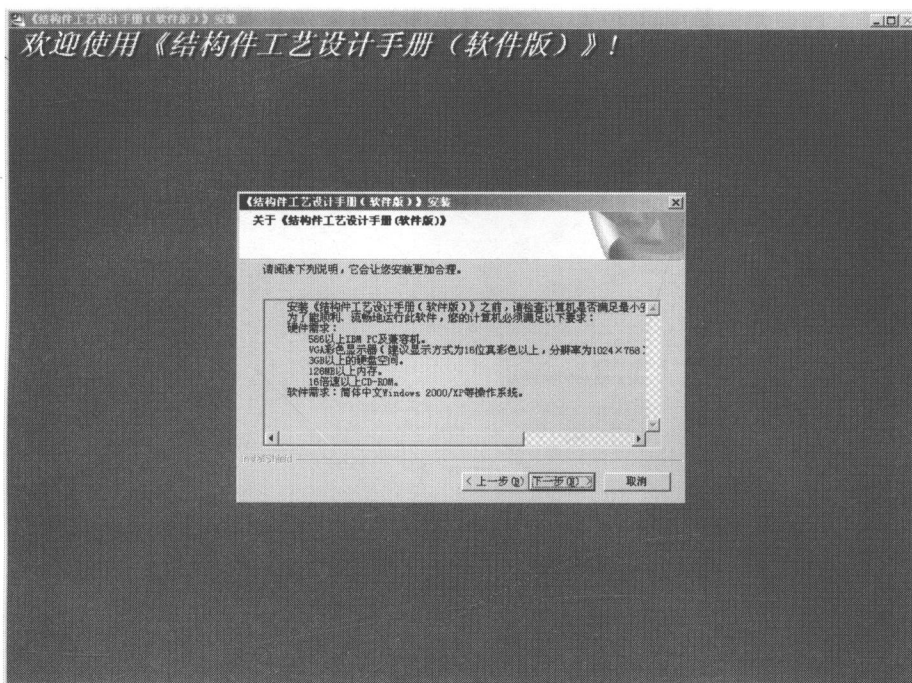

图 1-3 软件信息界面
- （4）在进入如图 1-3 所示的软件信息界面，在此界面中概要介绍了在计算机上安装《结构件工艺设计手册（软件版）》的最小安装要求，单击“下一步”按钮。